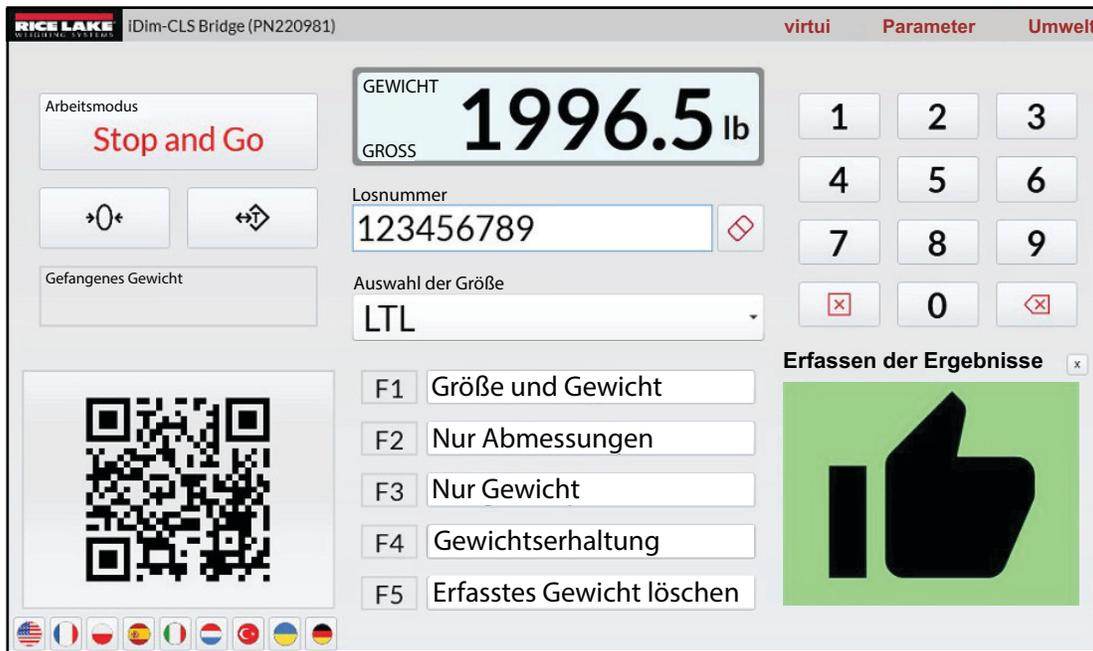

Abbildung 5-5. Ergebnisse der Gewichtsmessung als Daumen hoch-/Daumen runter-Symbol
- **As Thumbs Up/Down (Als Daumen hoch/Daumen runter):** Zeigt die Ergebnisse der Gewichtsmessung als „Daumen hoch“- oder „Daumen runter“-Symbol an (siehe Abschnitt Abbildung 5-5. auf Seite 18).